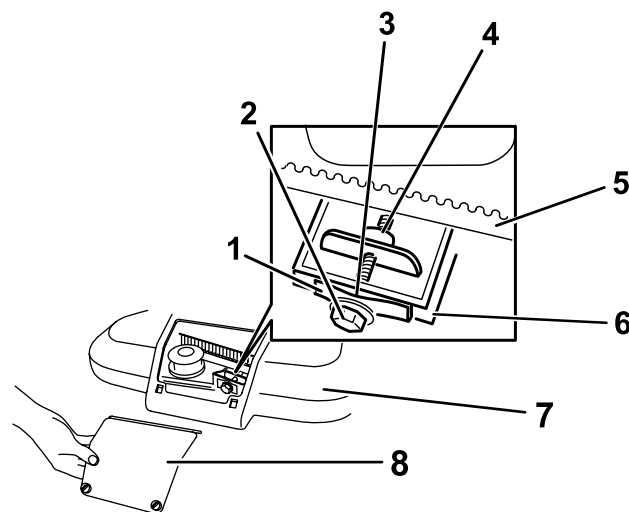

Figure 32
- Desserrez les 2 fixations quart-de-tour sur le panneau d'accès au couvercle de courroie et déposez le panneau (Figure 32).
Remarque: Si un espace est visible entre la jauge et le ressort, serrez le boulon et l'écrou de réglage jusqu'à ce que la jauge d'épaisseur puisse à peine passer dans l'espace (Figure 32).